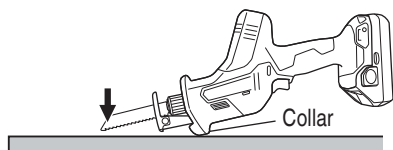

Fig. 24
- (1) Presione la base contra el material, manteniendo la punta de la hoja alejada del material cuando apriete el gatillo. (Fig. 24).